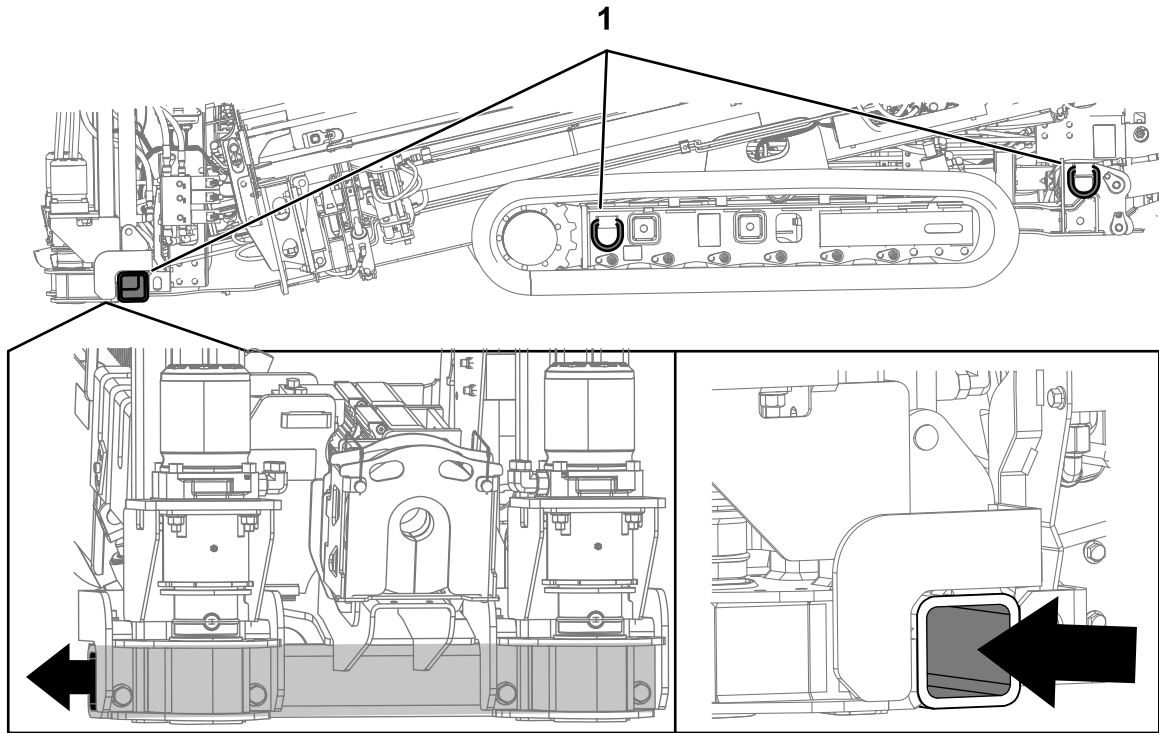

Figura 53
9. Utilice cadenas y tensores con capacidad suficiente para amarrar la máquina, desde los anillos de los bastidores de las orugas, y a través del tubo de la placa de sujeción, hasta el remolque (Figura 53).